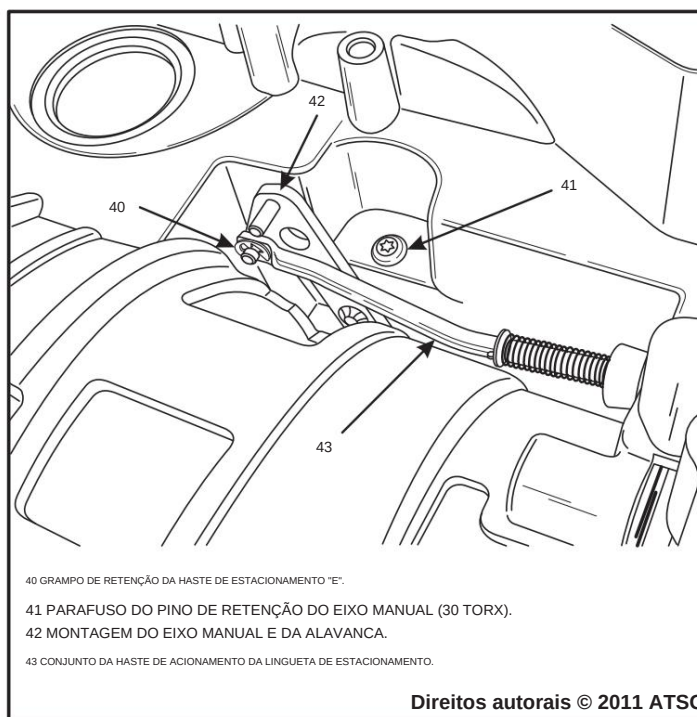

Figura 55
48. Remova o eixo manual e o conjunto da alavanca através do interior da caixa (ver Figura 55 e 56).